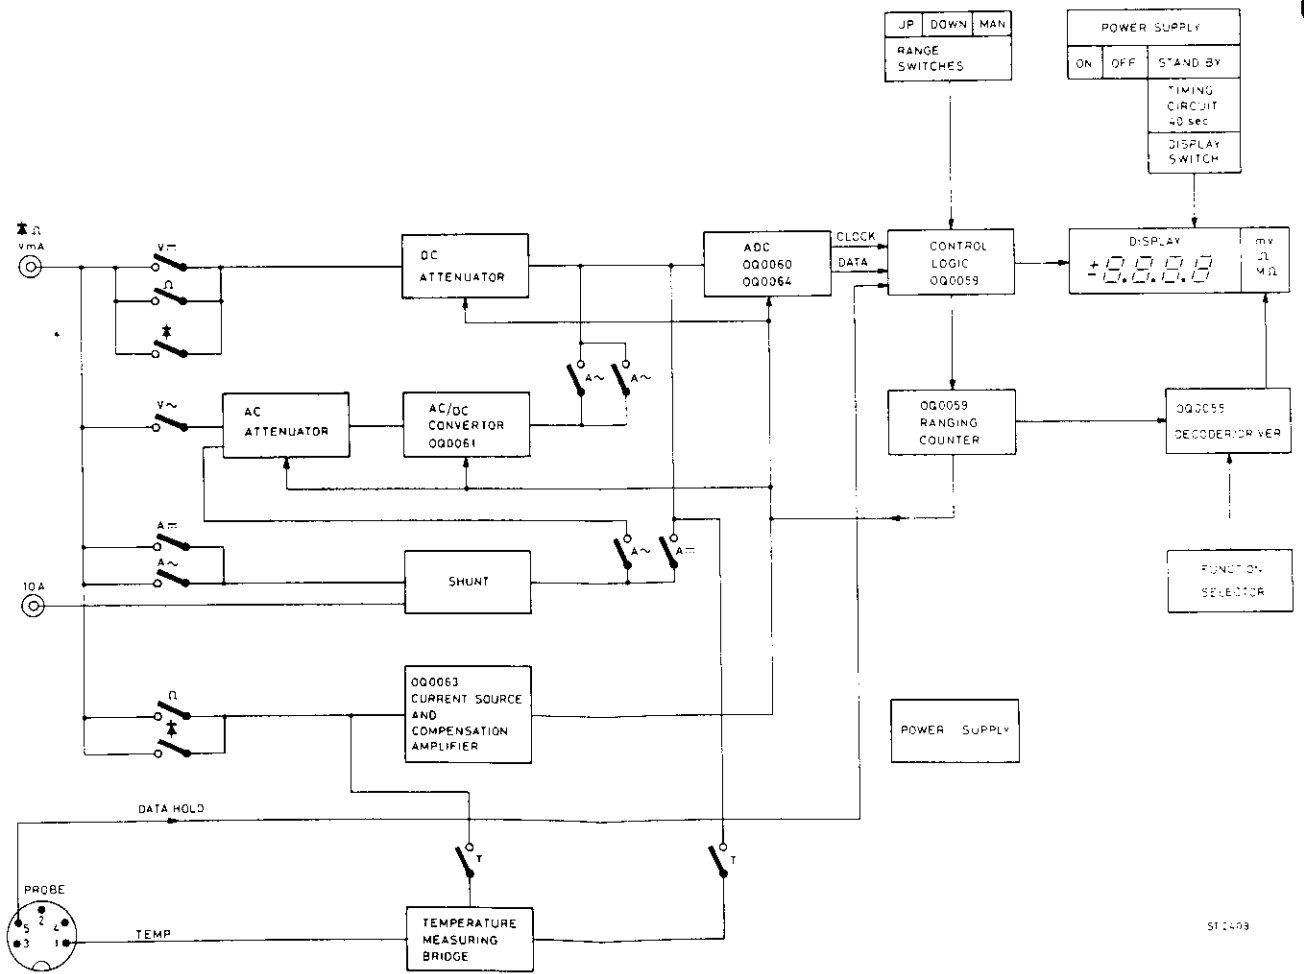

Fig. 10.
3.2. PRINCIPLE OF OPERATION (Fig. 10)